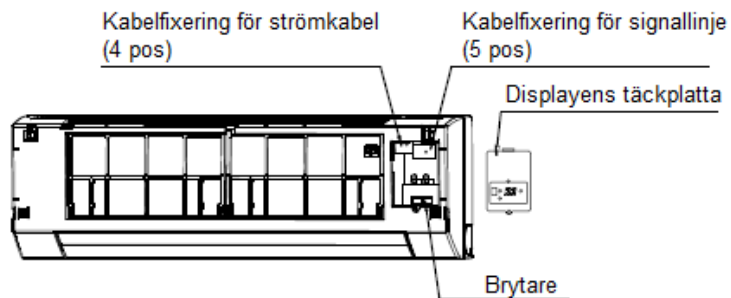

Fig.7-2
2. Anslut strömkabeln och signallinjen och justera brytaren (bild 7-2).